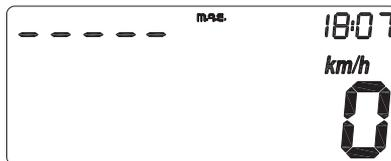

Fig.10
*L'information est montrée comme sur la figure 10.*